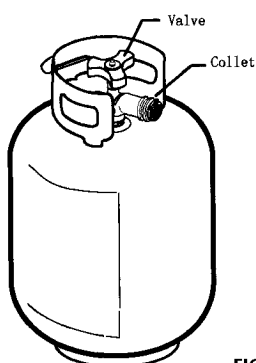

FIG. 3
- N'utilisez qu'une bonbonne de 20 lb qui mesure 12 po de diamètre et 18 po de hauteur, et qui est munie d'une valve de Type I (voir fig. 3). La bonbonne doit avoir été fabriquée et identifiée conformément aux normes CAN/CSA-B339 de la l'Association canadienne de normalisation (CSA) ou du ministère des transports des États-Unis (DOT).
- Assurez-vous que la bonbonne est munie d'une valve de Type I et que cette dernière est entourée par un collet de protection (voir fig. 3)